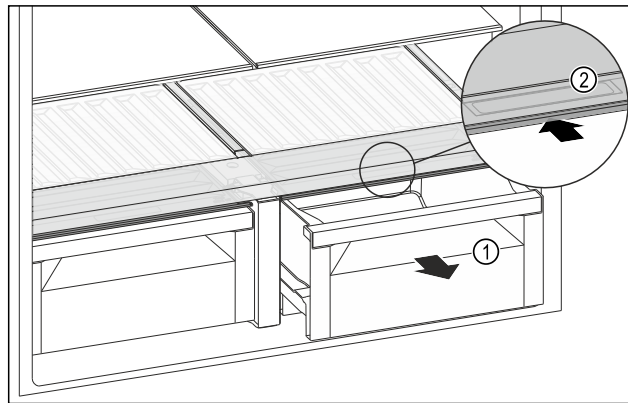

Fig. 132
- ▶ Витягніть висувний ящик Fig. 132 (1).
- ▶ Візьміться за потайну ручку Fig. 132 (2) на кришці відділення й одночасно посуньте кришку відділення назад.